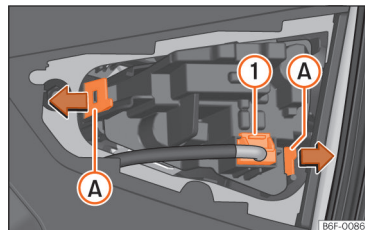

Abb. 174 Lampenhalter ausbauen.
» (Abb. 174) ① ab.
- Bauen Sie den Lampenträger aus, indem Sie die Befestigungslaschen (A) entriegeln.